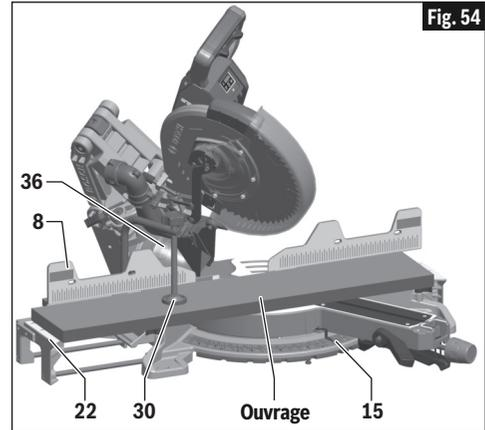

Fig. 54
2. Positionnez correctement l'ouvrage et assurez-vous qu'il est assujéti fermement par une bride contre la table et le guide (Fig. 54).